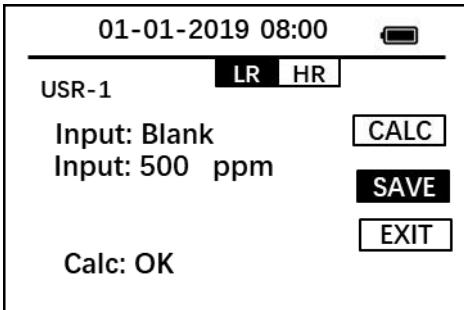

图13
4. 按OK键选择 **CALC** 进行校准，如图 13 所示。
6. 按OK键选择 CALC 进行校准，如图 13 所示。